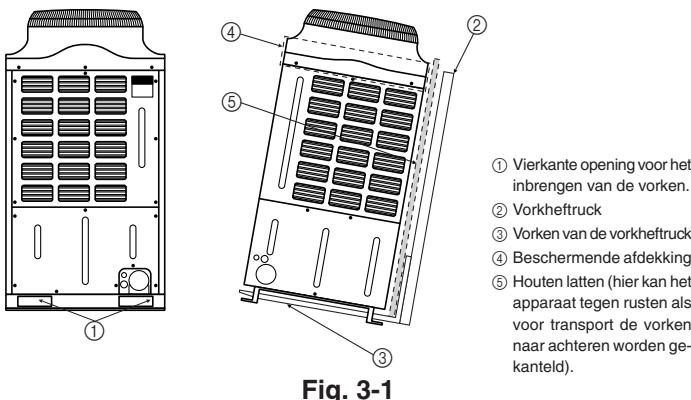

Fig. 3-1
3.1. Transporteren met een vorkheftruck (Fig. 3-1)